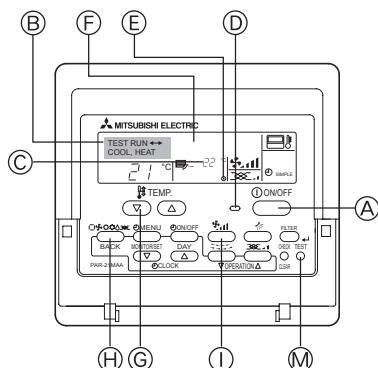

Fig. 6-1
6.2.1. Kablolu uzaktan kumanda kullanarak (Fig. 6-1)
- ① Elektrik şalterini çalışma denemesinden en az 12 saat önce açın.
- ② [TEST] düğmesine iki kere basın. ➔ "TEST RUN" LCD ekranı
- ③ [Mode selection] (mod seçimi) düğmesine basın. ➔ Dışarıya hava üflediğinden emin olun.
- ④ [Mode selection] (mod seçimi) düğmesine basın ve soğutma (ya da ısıtma) moduna geçin. ➔ Dışarıya soğuk (veya sıcak) hava üflediğinden emin olun.
- ⑤ [Fan speed] (rüzgar hızı) düğmesine basın. ➔ Rüzgar hızının devreye girdiğinden emin olun.
- ⑥ Dış ünite fanının çalışmasını kontrol edin.
- ⑦ [ON/OFF] (açma/kapatma) düğmesine basarak çalışma denemesini kaldırın.